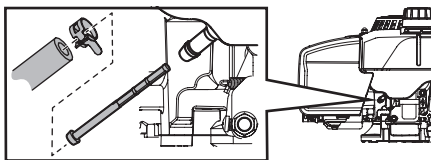

Figura 13
2. Quite la abrazadera de la manguera de la línea de combustible y extraiga la línea de combustible de la boca del depósito (Figura 13).
4. Tome el nuevo filtro de combustible del extremo con reborde e insértelo por completo en el reborde que está en la boca del depósito de combustible (Figura 13).